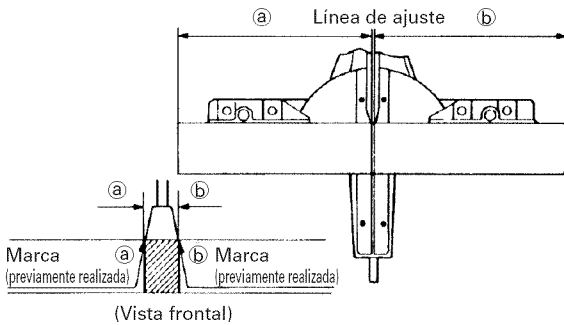

Fig. 27
- (1) Como se muestra en la Fig. 27, la anchura de la hoja de sierra es la de corte. Por lo tanto, deslice la pieza de trabajo hacia la derecha (vista desde la posición del operador) cuando desee la longitud (b), o hacia la izquierda cuando desee la longitud (a).